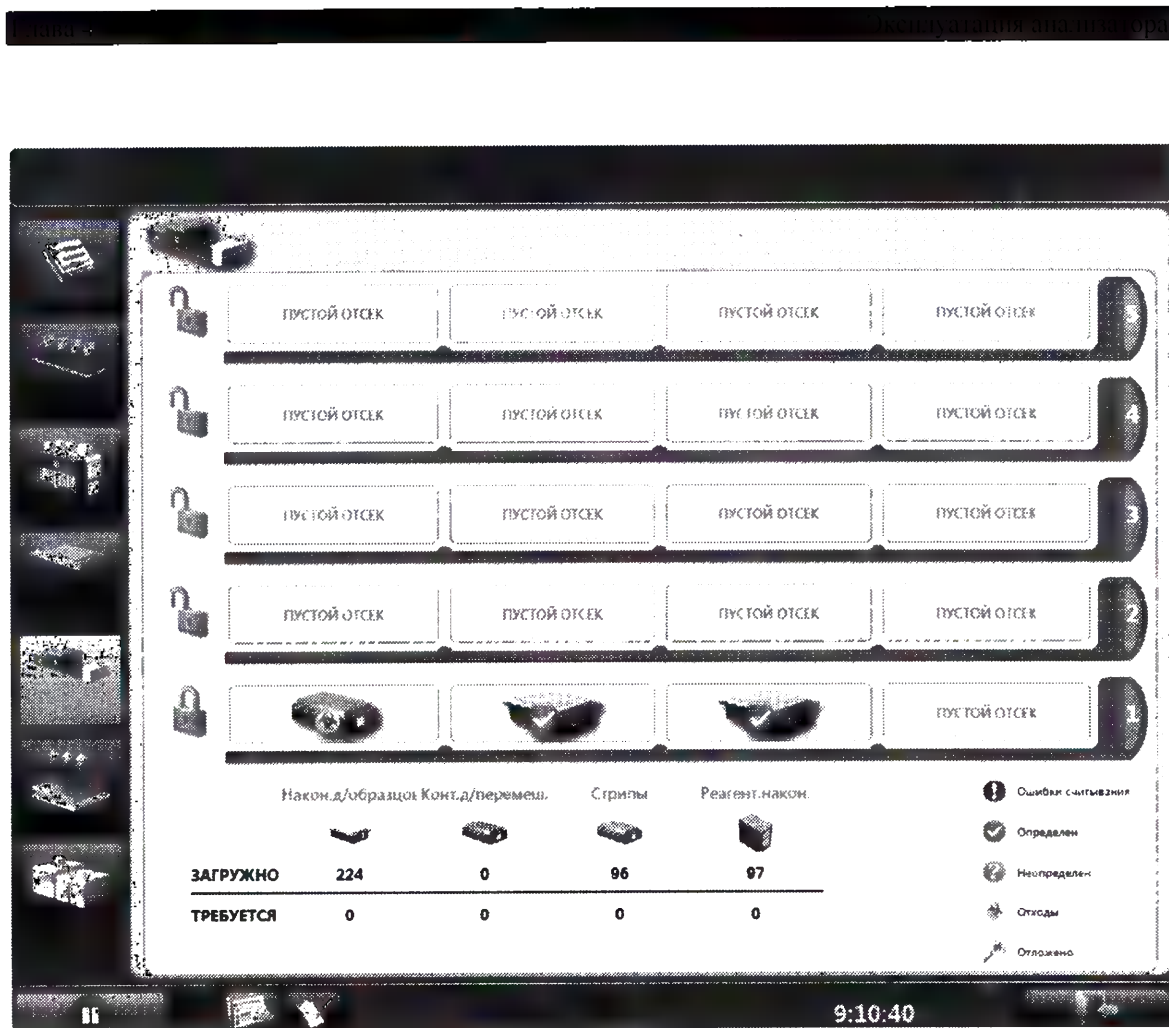

Рисунок 4-24: Состояние расходных материалов
4. Поле расходных материалов (Нижнее поле) – представляет информацию о состоянии наконечников, емкостей для перемешивания, и т.п. (Рисунок 4-24).
1. Нажмите кнопку для перехода к экрану «Поиск» (Рисунок 4-24).